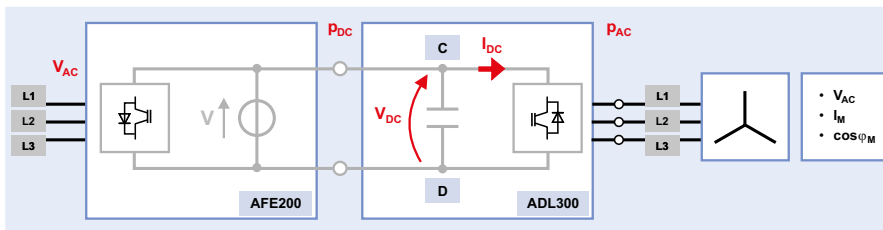

Fig.2: Alimentatore Rigenerativo AFE200
**3. L'alimentatore rigenerativo AFE200** deve essere in grado di alimentare il drive consentendogli di erogare al motore sia la corrente nominale, sia la corrente di sovraccarico. Considerando il circuito elettrico equivalente (ved. Fig.2), la potenza di ingresso al drive PDC deve essere uguale alla potenza di uscita PAC che viene erogata al motore a meno dell'efficienza del drive. La corrente IDC che l'AFE200 dovrà erogare sarà legata ai parametri del motore